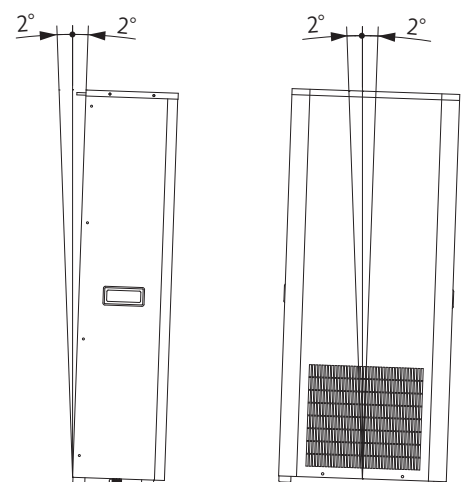

図2 取付角度
- ・ 前後左右とも傾きがないよう(±2° 以下)に、水準器などで確認してください。(図 2)